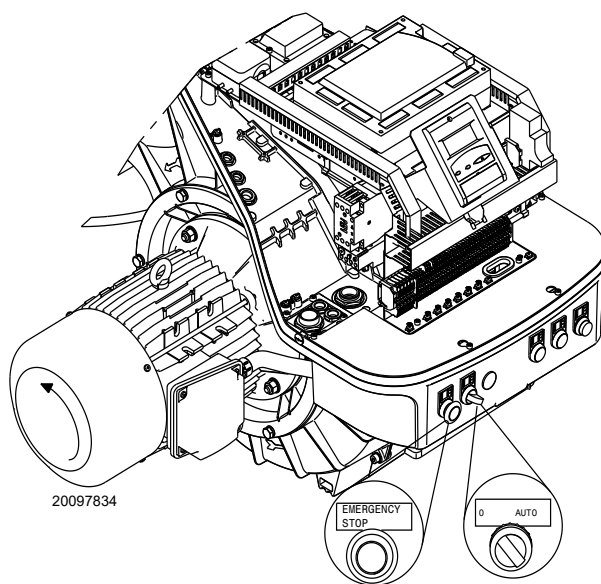

Fig. 28
Mettre l'interrupteur Fig. 28 en position « **AUTO** ».
Quand le brûleur démarre, vérifier la direction de la rotation du moteur, comme indiqué sur la (Fig. 28).
- mettre l'interrupteur de la Fig. 28 sur « **0** » et attendre que la boîte de contrôle réalise la phase d'extinction ;